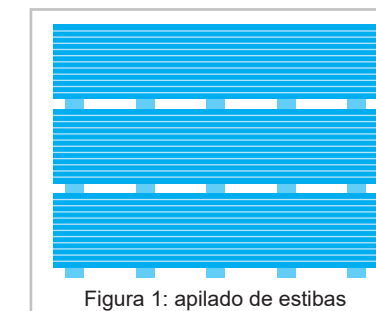

Figura 1: apilado de estibas
- Las placas de yeso X-terium deberán almacenarse en estibas de 60 piezas como máximo, y podrán apilarse hasta 7 estibas. Cada una deberá tener soportes a cada 61 cm. a centros entre ellos para elevar las placas para su protección, conforme a lo indicado en la figura 1.